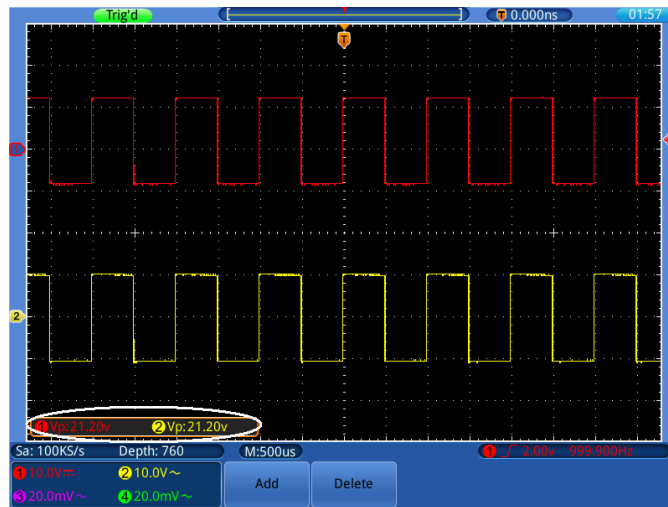

Bild 0-2 Wellenform der Verstärkung
8. Lesen Sie die Spitze-Spitze-Werte von Kanal 1 und Kanal 2 in dem angezeigten Menü ab (siehe Bild 0-2).